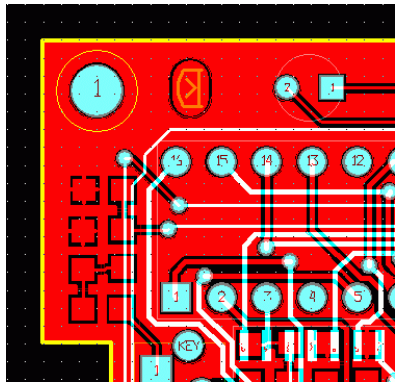
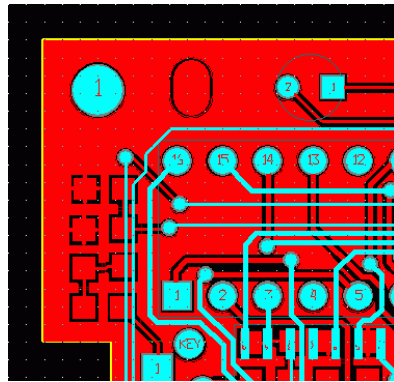

рис. 4-7
рис. 4-8
**Use Opaque Graphics.** Использование «непрозрачной графики» (рис. 4-8). Если флажок снят, слои просвечивают друг сквозь друга (рис. 4-7).